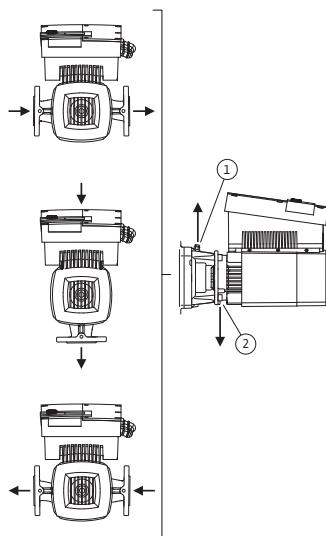

Fig. 22: Positions de montage autorisées avec arbre moteur horizontal
Les positions de montage autorisées avec arbre moteur horizontal sont représentées sur la fig. 22. Toute position de montage exceptée « Module électronique vers le bas » est autorisée. Le dégazage de la pompe n'est assuré que si la vanne de purge pointe vers le haut (fig. 22, pos. 1).
Seule cette position permet d'éliminer de façon ciblée le condensat présent via un perçage présent (fig. 22, pos. 2).